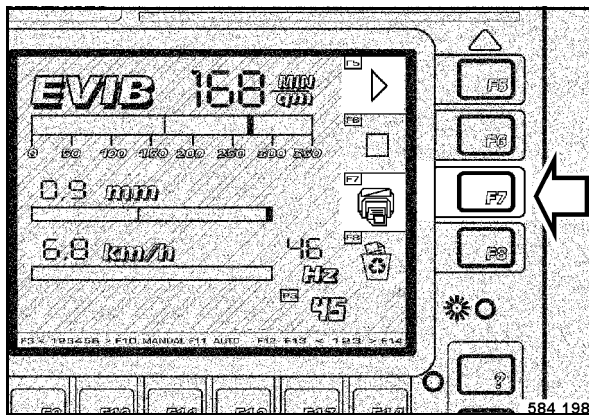

Fig. 113
- Después de terminar la medición pulsar la tecla F7 „DRUCKEN“ (imprimir) (Fig. 113).